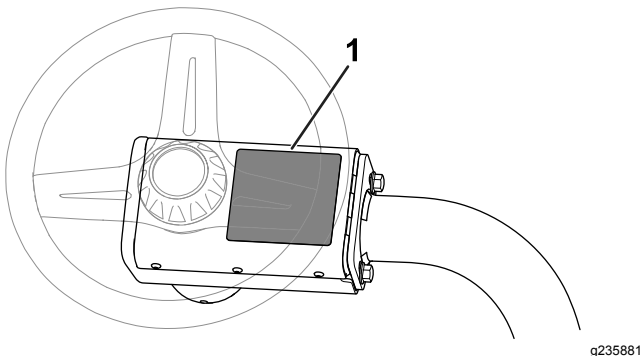

Bild 16
- Überkleben Sie den vorhandenen Warnaufkleber (Bestellnummer 136-8506) mit dem CE-Warnaufkleber (Bestellnummer 136-8505), siehe Bild 16